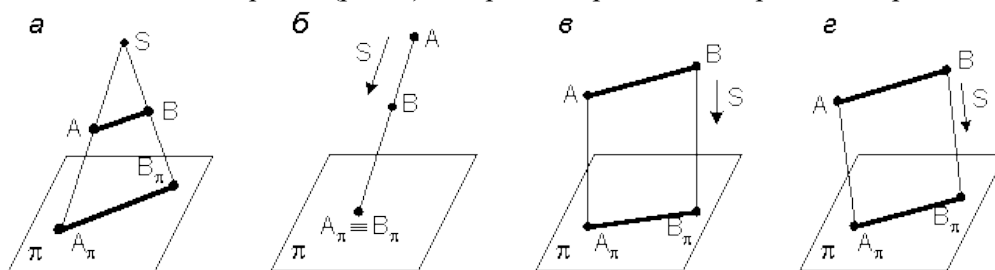

Рис. 2
3. На каком чертеже (рис. 2) построена параллельная проекция отрезка АВ.
4. Укажите, на каком чертеже (рис. 2) отрезок АВ проецируется в натуральную величину?
6. На каком из чертежей (рис. 2) построена ортогональная проекция отрезка АВ?